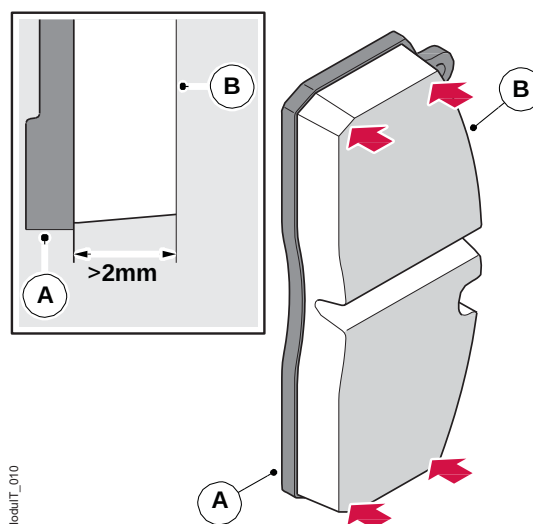

Figura 15. Medição da condição de desgaste da pastilha
5. Em ambas as pastilhas de freio, meça a distância da placa traseira (A) até a superfície de desgaste (B) da pastilha de freio em quatro lugares. Consulte a figura 15. A espessura mínima permitida do revestimento (material de atrito) é de 2 mm.
7. Verifique o estado da placa traseira (A).